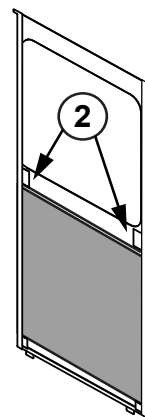

Figure 17.5
1. Retirez le panneau complet du côté en le soulevant et en le retirant de l'appareil (utilisez un outil plat afin de forcer le bas au besoin) (Figure 17.5).
2. Retirez le cadre des tuiles du côté de l'appareil en le soulevant et le retirant de l'appareil (La figure 17.5 présente le retrait du panneau latéral complet).